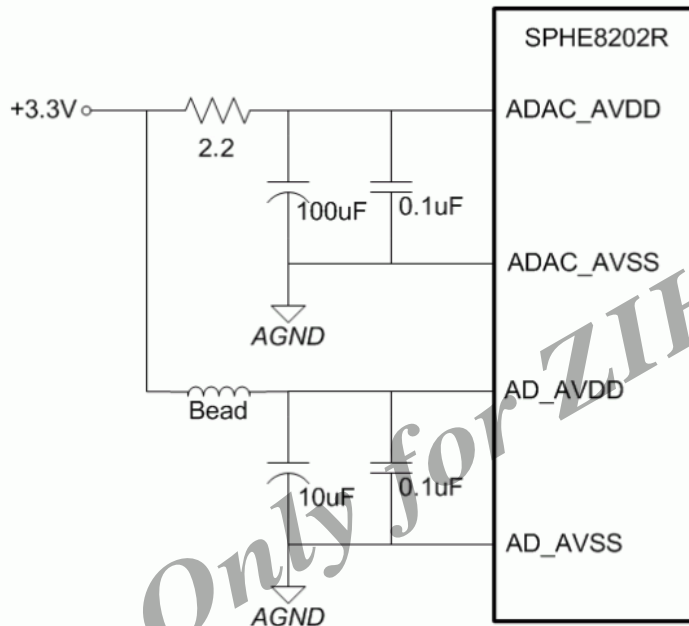

Figure 3-6 Audio power
(1) SPHE8202R 在 Audio 部分有 DAC 与 ADC，两组 power 一定要分开，同样从 3.3V 分支两路供给，ground 的部份则接在一起如图 3-6。